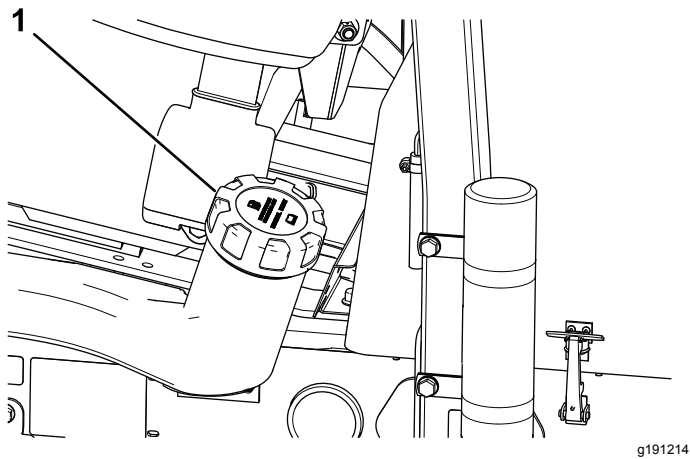

Figura 38
1. Limpie la zona alrededor del tapón del depósito de combustible (Figura 38).